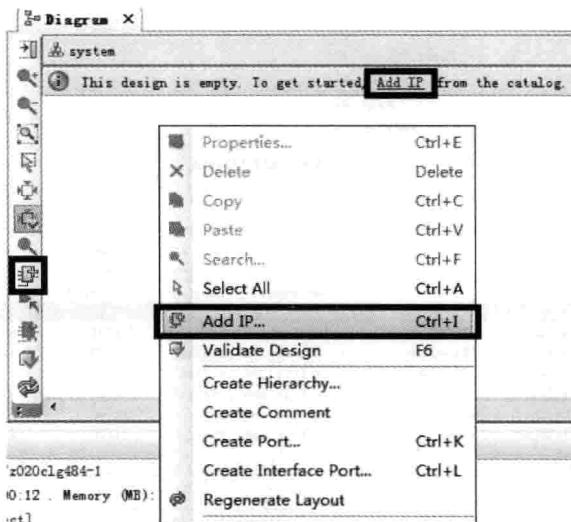

图 4.7 添加 IP 入口
(3) 单击 OK 按钮。
(4) Vivado 提供下面的方法,用于从目录中添加 IP:
① 如图 4.7 所示,在 Diagram 面板窗口最上方,单击 Add IP。
② 如图 4.7 所示,在 Diagram 面板窗口左侧的一列工具栏内,单击 按钮。
③ 按 Ctrl+I 组合按键。
④ 如图 4.7 所示,在 Diagram 窗口界面内,单击右键,出现浮动菜单。在浮动菜单内,选择 Add IP。